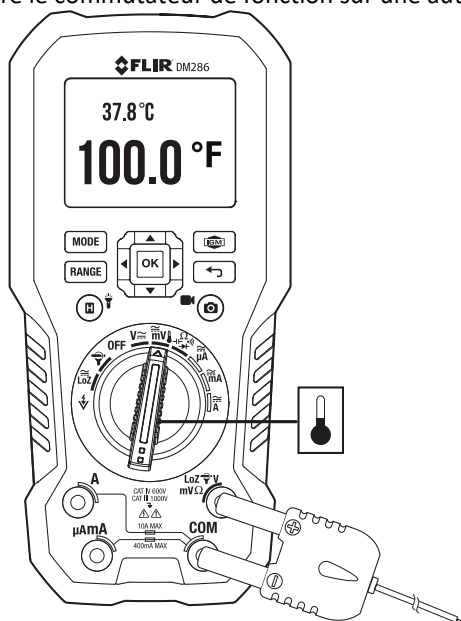

Fig. 9.8 Mesure de la température
1. Mettez le commutateur de fonction sur la position température . Voir la **Fig. 9.8**.